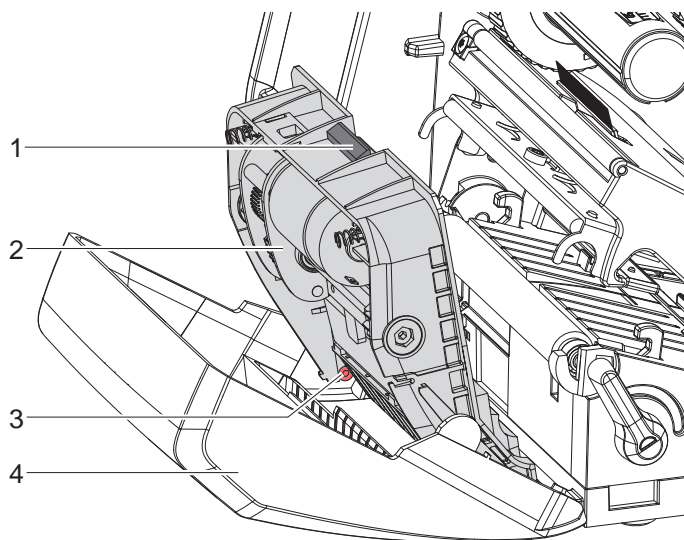

Figure 4 Démontage du massicot
- ▶ Tourner l'arbre (6) dans le sens des aiguilles d'une montre avec un tournevis Torx TX10 jusqu'à ce que les crémaillères (7) soient désengagés.
- ▶ Retirer la lame supérieure (9) des guides (8).
- ▶ Retirer la lame inférieure (10).
- ▶ Si nécessaire, remplacer les ressorts (12) dans les dispositifs de retenue de ressort (13).
- ▶ Pour remonter la lame supérieure, appuyer la lame inférieure sur le cache et pousser la lame supérieure vers le haut dans le guide jusqu'à ce que les crémaillères (7) puissent s'engager dans les roues dentées (5).
- ▶ Tourner l'arbre (6) dans le sens inverse des aiguilles d'une montre avec le tournevis Torx TX10 jusqu'à ce que la lame atteigne la butée supérieure.
2. Accrocher le bloc massicot (2) conformément à la figure 4 dans les axes (3) et basculer le couvercle (4) jusqu'à ce qu'il s'enclenche.